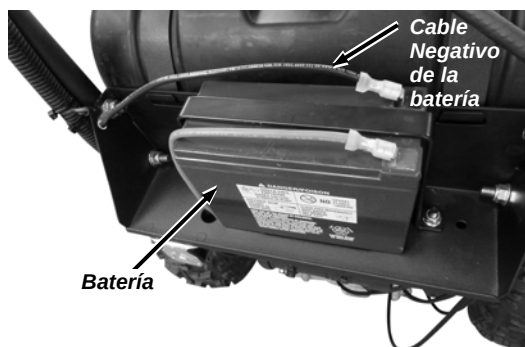

Figura 9
1. Conecte el cable negativo (negro) al terminal negativo de la batería deslizando el conector en el terminal (**Figura 9**).